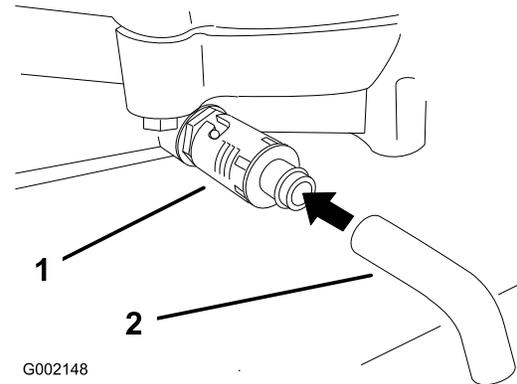

Figura 21
4. Collocate una bacinella sotto lo spurgo. Girate la valvola di spurgo dell'olio per lasciare defluire l'olio (Figura 21).